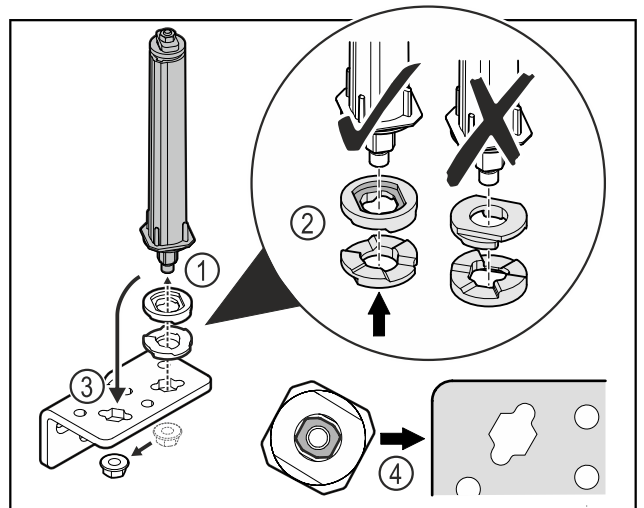

Fig. 28
- Mutter lösen und Türschließsystem entfernen Fig. 28 (1).
- Auf die korrekte Ausrichtung der Höhenverstelleisen achten Fig. 28 (2).
- Türschließsystem im Scharnierwinkel umsetzen und mit der Mutter fixieren Fig. 28 (3).
- Beim Einsetzen auf die korrekte Ausrichtung des Türschließsystems achten Fig. 28 (4).